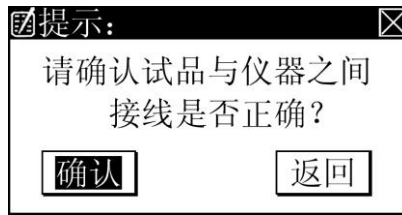

图 7.4
1) 将光标移到“测量”按钮，按“确认”键，出现对话框如图 7.4